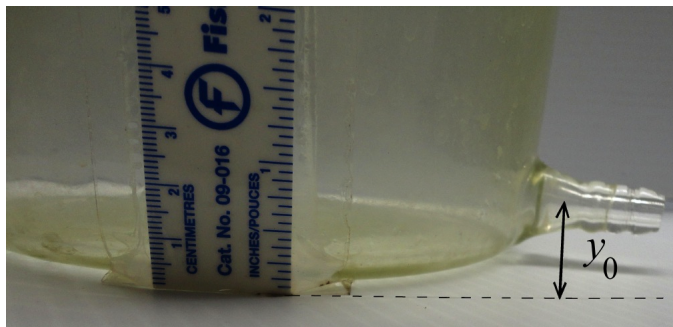

Figure 5. Hauteur de référence y_0
1. Mesurez le diamètre du petit orifice en utilisant un calibre vernier. Cette valeur sera votre "valeur théorique" $d_{1,\text{théo}}$. Mesurez ensuite la hauteur de référence y_0 , distance entre le bas de la bouteille et le centre de cet orifice, tel qu'illustré à la Figure 5.